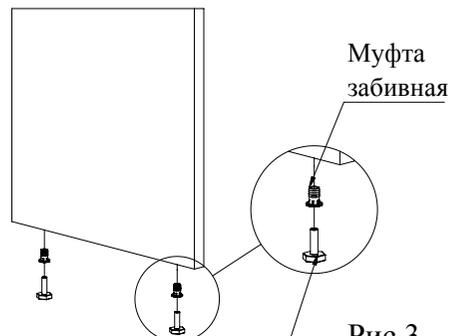

Рис.3
2. В торцы деталей 2 и 3 установите муфты забивные для опор. Вкрутите в муфты опоры регулируемые М6 (Рис. 3).